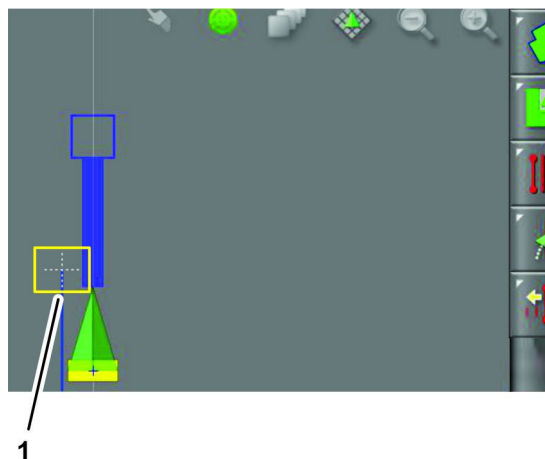

Figura 201
3. Nella casella Impostazioni offset di confine, premete l'icona Conferma (Figura 201).
Nota: Il punto di registrazione dei confini sul display si aggiorna (Figura 201).